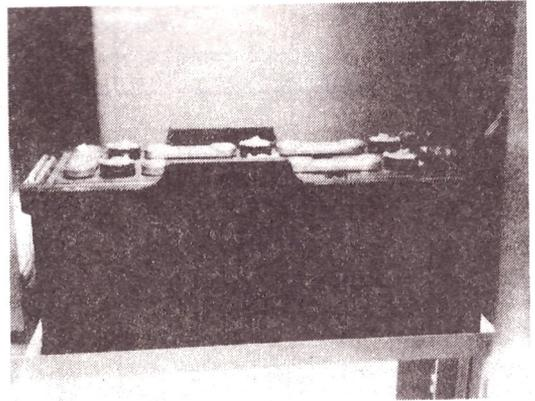

FIG. 33
- S'assurer du branchement correct de la batterie (fig.33).